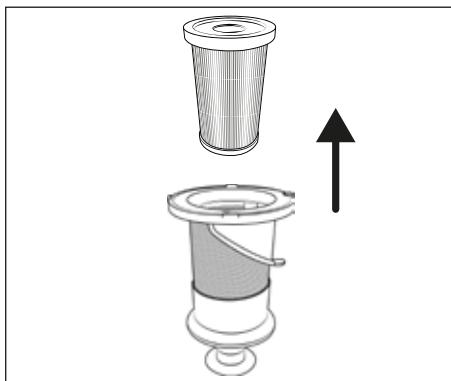

Fig. 18
- 3) Para retirar el filtro HEPA 5 del filtro de acero inoxidable 6, agarre el filtro HEPA 5 por el orificio y extráigalo del filtro de acero inoxidable 6 (consulte la fig. 18).